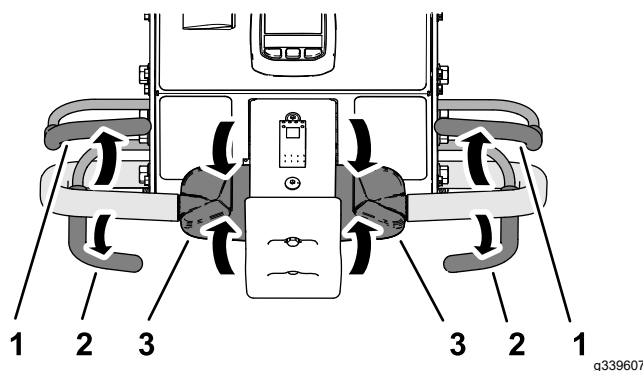

Figura 86
1. Se state effettuando l'arieggiatura, rilasciate la barra di arieggiatura (Figura 86) per sollevare la testa di carotaggio; fate riferimento a Sollevamento della testa di carotaggio \(pagina 46\).